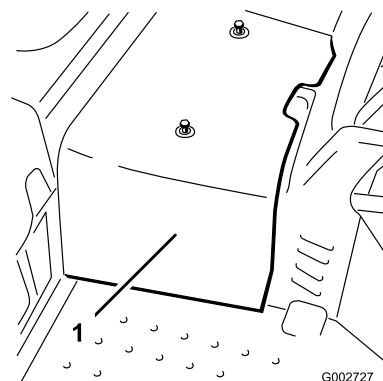

図 39
2. 中央シュラウドを機体に止め付けているネジ2本を外してシュラウドを機体から取り外す(図 39)。